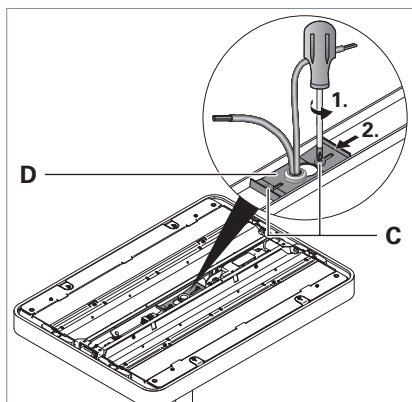

Fig. 25: Smontaggio della testa dell'apparecchio d'illuminazione con attacco centrale.
- Allentare le due viti **C** della piastra di supporto **D**, vedi Fig. 25.
- Spingere la piastra di supporto sul lato opposto fino all'arresto, vedi Fig. 25.